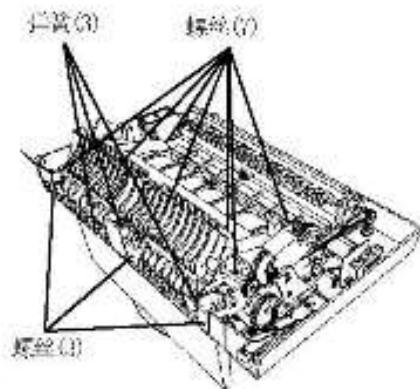

图7 安装下和上导板
4. 安装下导板螺钉(3)、弹簧(3)、上导板和螺钉(7)(图7)。